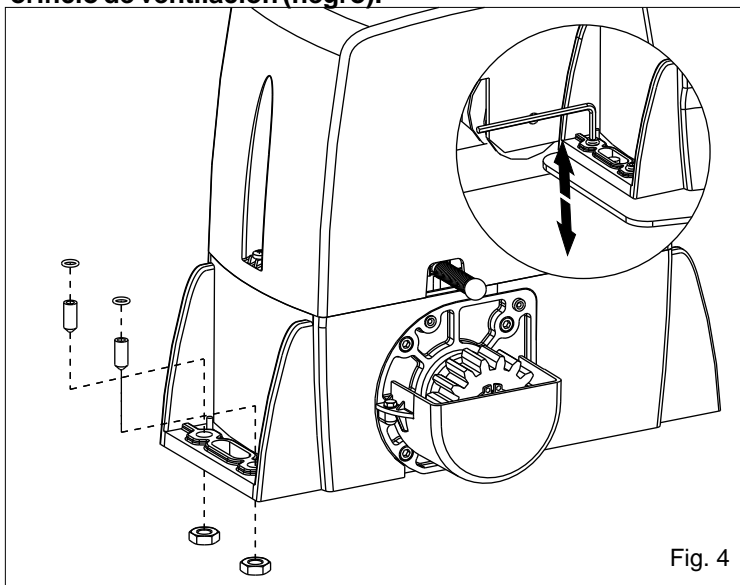

Fig. 4
**4.1.** Insertar los 4 pasadores en los respectivos dagueros de modo de regular la altura del motoreductor a la placa (Fig. 4).